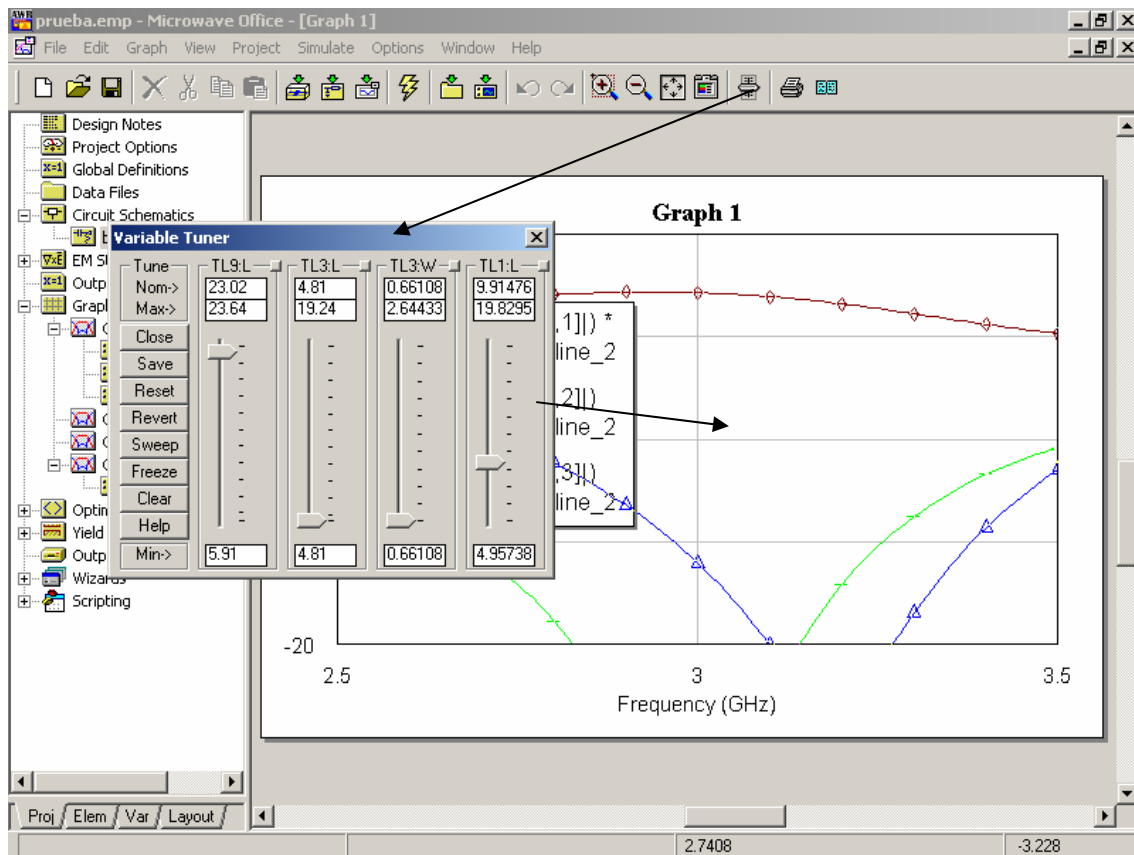

Figura 10
- **Ajuste o sintonía mediante “tune”:** una vez seleccionados los parámetros a ajustar, se selecciona el icono “Tune” en la barra de herramientas, situado al lado del icono en forma de destornillador. Para acceder a esta herramienta, también se puede ir al menú “*Simulate*”, en la parte superior del interfaz, y seleccionar “Tune”. A continuación aparece un interfaz con tantos mandos o ajustes variables como parámetros se hayan elegido para el ajuste. Un ejemplo de este interfaz se puede ver en la figura 10.